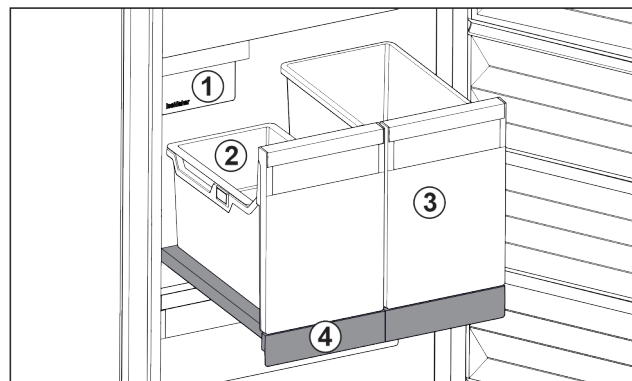

Fig. 88 Ripiano estraibile con IceTower
Sul ripiano estraibile ci sono due contenitori alti (IceTower). I cubetti di ghiaccio dall'IceMaker vengono raccolti e conservati nel contenitore Fig. 88 (2). Il contenitore Fig. 88 (3) è adatto per conservare alimenti alti come pizze o bevande alcoliche.